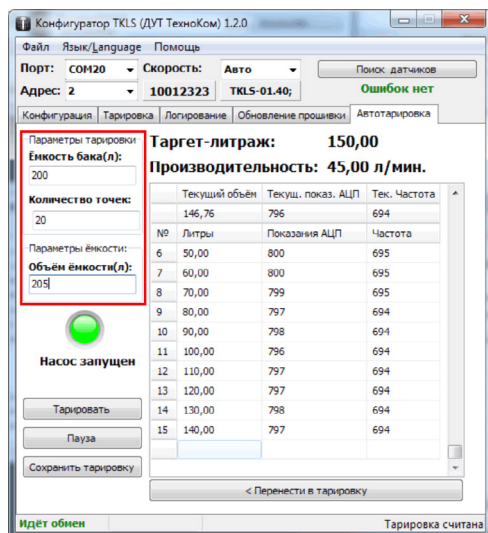

Рис.3. Вкладка «Автотарировка».
- Перед началом тарировки необходимо задать объем бака, в котором установлен тарлируемый датчик. Настройка задается в поле «Емкость бака (л)» (Рис.3);
- Затем определить количество точек тарировочной таблицы (настройка «Количество точек», Рис.3). Максимальное значение – 50;
- В поле «Объем емкости (л)» (Рис.3) задать объем резервуара, из которого перекачивается топливо в бак с тарлируемым датчиком.